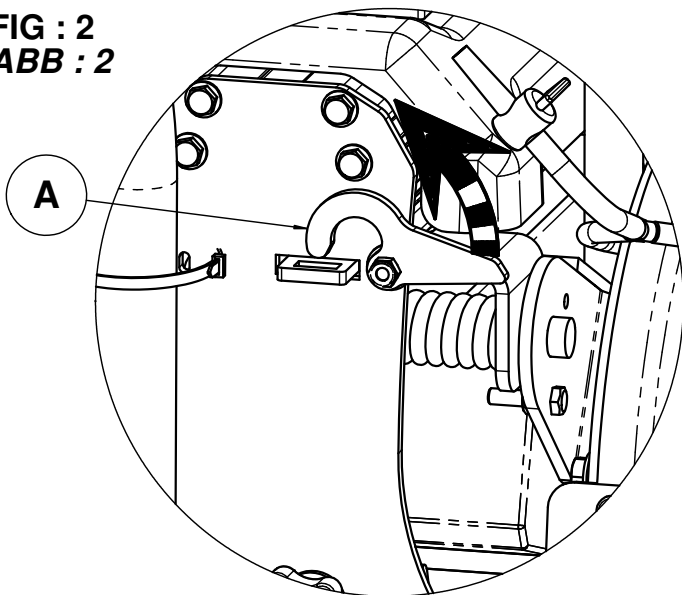

FIG : 3
- Ослабьте два маховика (B) передних ножек, поверните их, затем повторно затяните маховики (B) - [рис. 3].